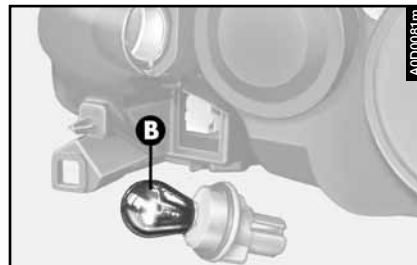

fig. 49
- sacar la lámpara (**B- fig. 49**) del grupo portalámparas, presionándola ligeramente y girándola hacia la izquierda.